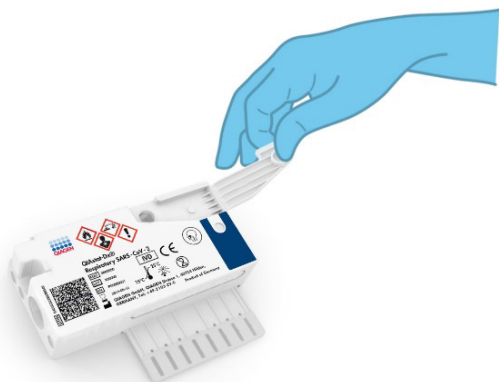

Figura 39. Abrindo a tampa de amostra da porta principal.
4. Abra a tampa de amostra da porta principal na parte frontal do QIAstat-Dx Respiratory SARS-CoV-2 Panel Cartridge (Figura 39).